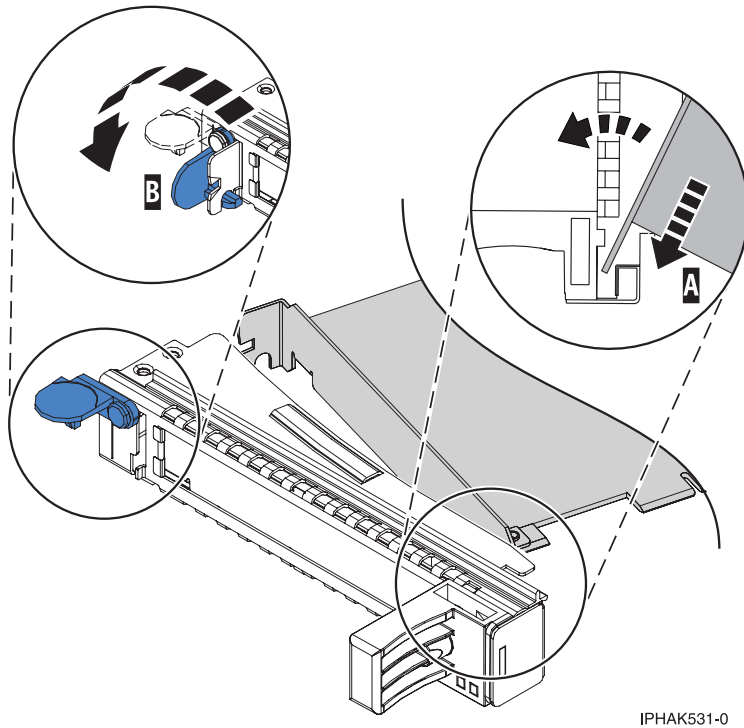

Abbildung 84. PCI-Adapterkassette mit einfacher Breite installieren
- a. Setzen Sie bei geöffneter Position der Kassettenhalteklammer den Adapter fest in den Kassettenhaltekanal **(A)** ein. Siehe Abb. 84 auf Seite 119.
- c. Schließen Sie die Kassettenhalteklammer **(B)**. Siehe Abb. 84 auf Seite 119.